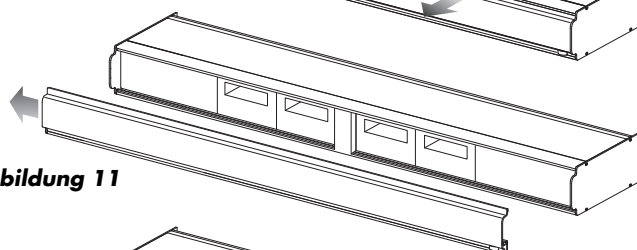

Abbildung 11
2. Abdeckung aus der Führungsschiene nehmen (Abb. 11).